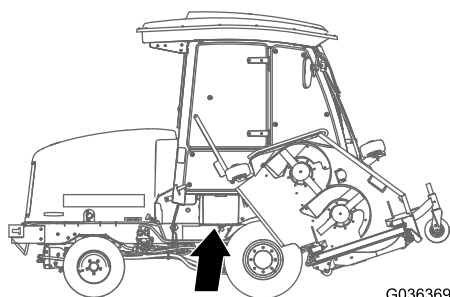

Figura 95
1. Abra la tapa de la batería, situada en el lado de la cubierta (Figura 95).
Nota: Presione hacia abajo sobre la superficie plana situada encima de la tapa de la batería para facilitar la apertura de la tapa (Figura 95).